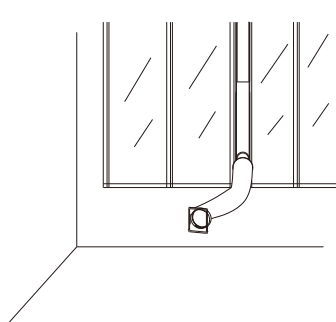

Fig. 8
9. Instale la salida de aire, el kit de ventana y los respectivos accesorios en la ventana según el dibujo ilustrado en la Fig. 8.